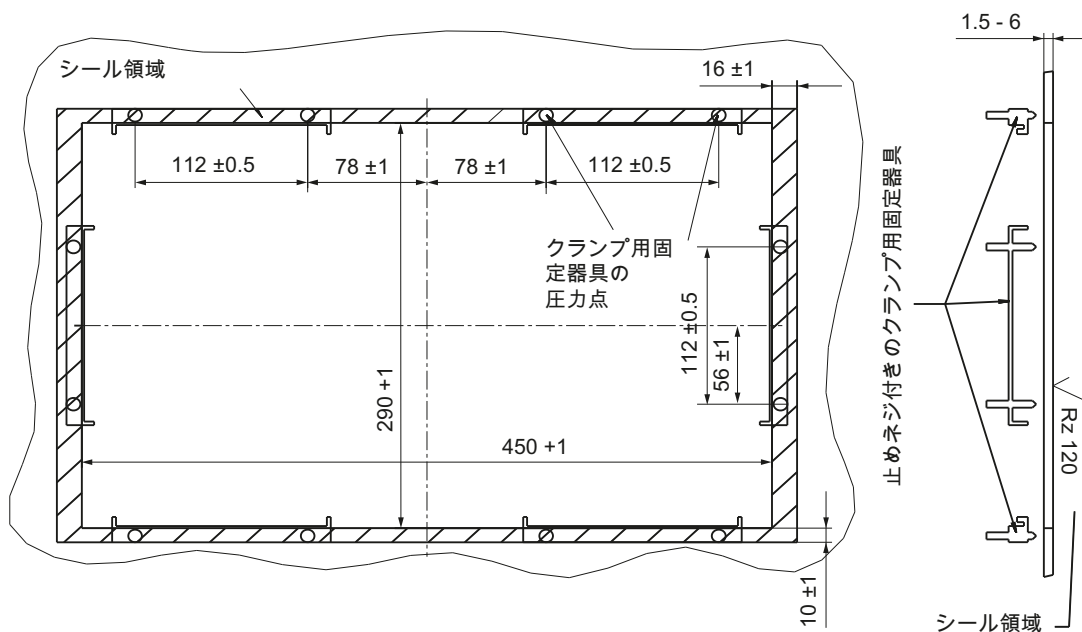

図 5-3 OP 012 操作パネル取り付けの寸法図
1. 組み立てられたコンポーネント(操作パネルと PCU)を前面からパネル抜き穴に挿入します(図 5-3 OP 012 操作パネル取り付けの寸法図 OP 012 寸法図 (ページ 74)を参照してください)。